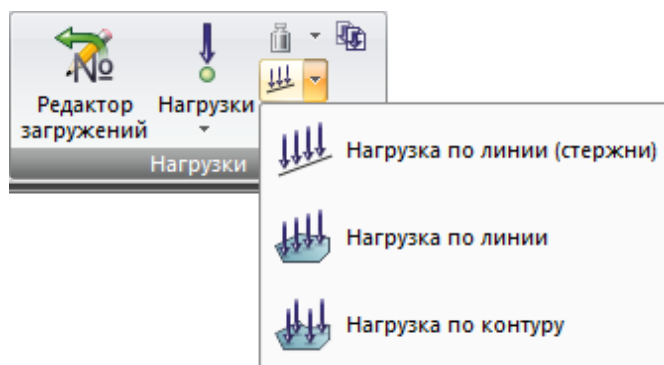

Рис. 40. Раскрывающийся список **Нагрузка-штамп**
**Нагрузка-штамп** (рис.40) – раскрывающийся список с заменой, содержащий операции по заданию нагрузки по линии (для стержней), по линии (для пластин и объемных КЭ), по контуру (для пластин и объемных КЭ):